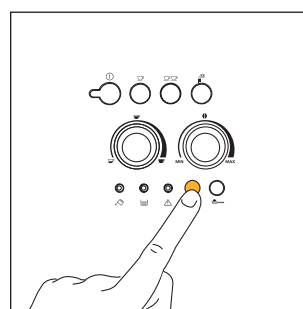

Fig.14
1) Si, la machine à peine en marche, vous devez faire une tasse de café serré (moins de 60 cc) utilisez l'eau chaude du rinçage pour préchauffer les tasses (voir conseil § 4.3 point 5). Si, en revanche, il s'est écoulé plus de 2/3 minutes depuis le dernier café fait, vous devrez préchauffer l'infuseur avant de faire un autre café, en appuyant sur la touche  (fig. 14). Laissez couler l'eau dans l'égouttoir